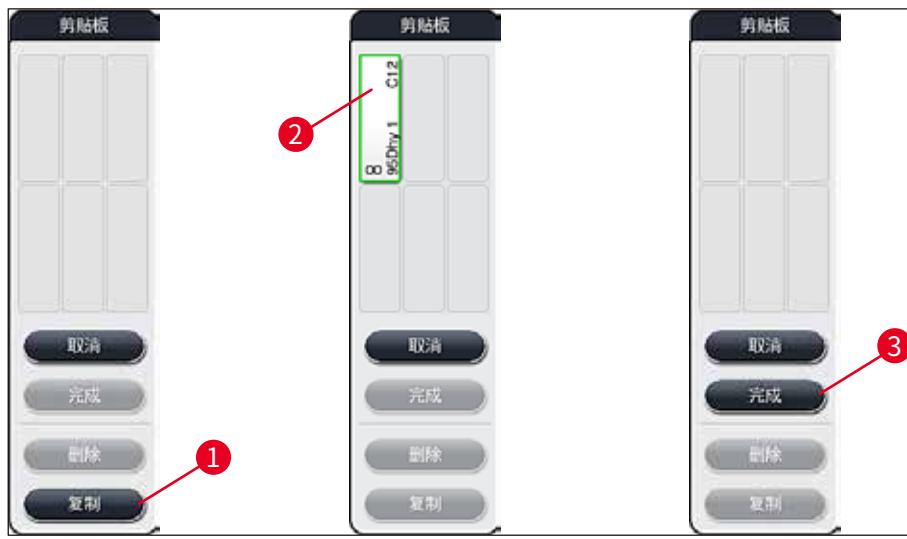

图 54
2. 请留意该信息消息并以确定确认。将打开新的剪贴板 (→ “图 54”) 窗口。